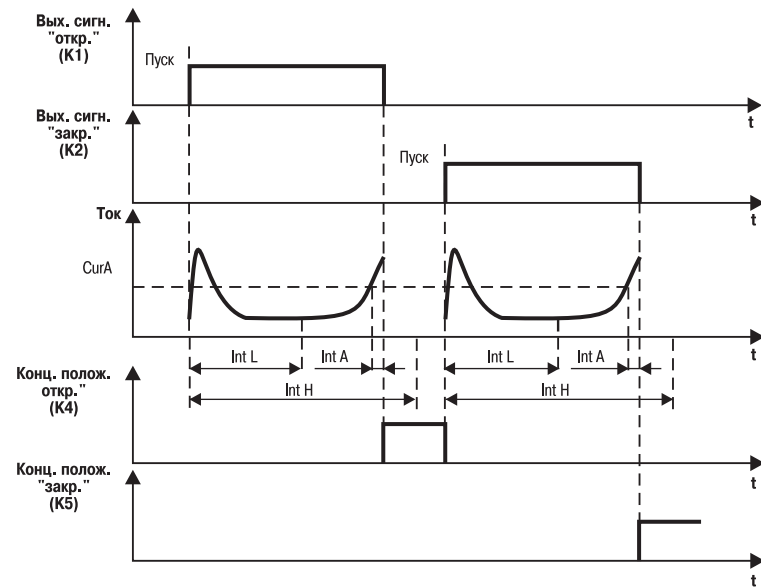

Рис. 5
3.2.11.1.1. При **PrES = 0** концевые положения определяются, когда ток электропривода превышает уставку, заданную в программируемом параметре **CUA** (см. *прил. В*, табл. В3), в течение временного интервала, определяемого программируемыми параметрами **LnEL** и **LnEH** (рис. 5).